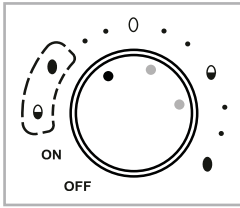

Abb. 2
- Wählen Sie den **linken** Punkt des jeweiligen Bereichs (siehe Abb. 2), wenn